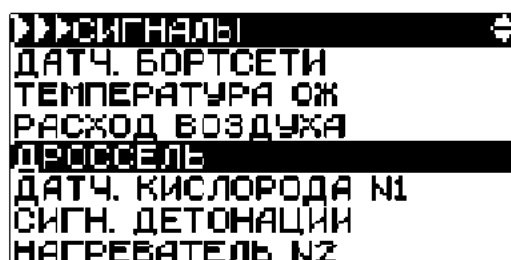

Рис. 14 Меню СИГНАЛЫ
4.4.2.3 **ВХОДНЫЕ СИГНАЛЫ** – (присутствует не во всех модулях) - выводит на дисплей напряжения с датчиков в виде диаграммы. При выборе этого пункта открывается меню **СИГНАЛЫ** (рис. 14) с перечнем доступных для наблюдения входных сигналов.